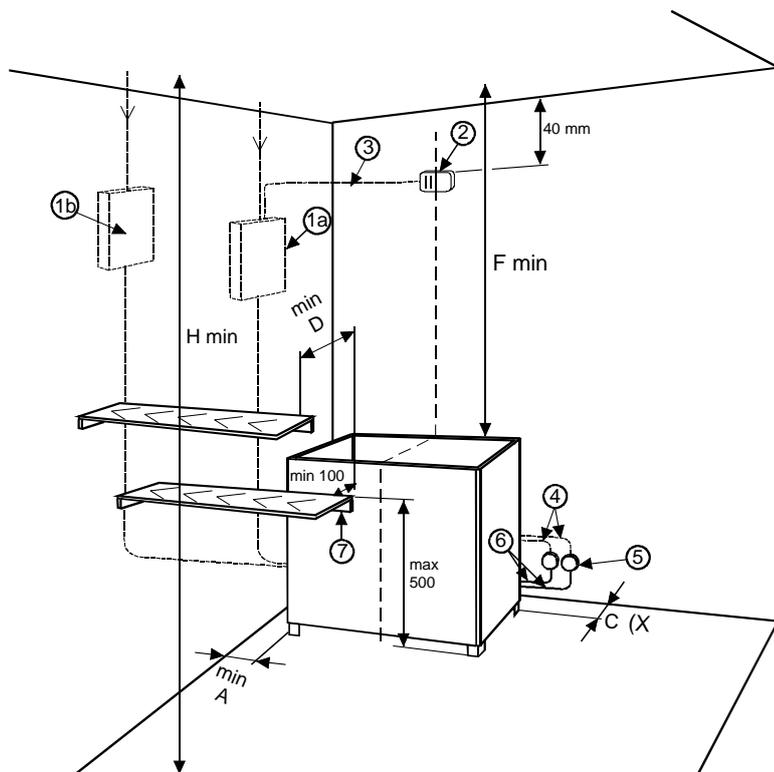

Imagen 1
- Zapoznać się z odległościami instalacji przedstawionymi na rys. 1. Nieprzestrzeganie zaleceń może spowodować zagrożenie pożarowe.
Podane modele pieców do sauny montuje się jako wolnostojące, przytwierdzając mocno dwie nogi do podłoża za pomocą śrub. Podczas mocowania pieca do podłoża należy przestrzegać wymagań dotyczących minimalnych odległości od materiałów palnych, zgodnie z informacjami podanymi na tabliczce znamionowej pieca, w tabeli 1 i na rys. 1. Nie należy wykładać ściany za piecem płytami z materiałów takich jak azbest lub eternit, ponieważ może to spowodować nadmierny wzrost temperatury w ścianie.
Panel sterowania instaluje się w dogodnym miejscu poza pomieszczeniem sauny. Zespół czujników powinien być przymocowany do ściany w saunie zgodnie z rys. 1. Nieprzestrzeganie odległości zalecanych na rys. 1 może spowodować zagrożenie pożarowe.
Instalacja elektryczna pieca sauny i panelu sterowania może zostać wykonana wyłącznie przez uprawnionego elektryka. Główne podłączenie powinno zostać wykonane zgodnie z rys. 1. Schematy połączeń znajdują się wewnątrz pieca sauny i panelu sterowania. Piec do sauny może być podłączony za pomocą gumowego przewodu HO7RN-F, zob. tabela 1. Skrzynka rozdzielcza musi być bryzgoszczelna, a wysokość jej zamocowania nie może przekraczać 500 mm od podłoża. Jeżeli przewody podłączeniowe bądź instalacyjne przebiegają wewnątrz sauny lub w jej ścianach na wysokości ponad 1000 mm od podłoża muszą być one odporne na temperaturę 170°C (np. HO7SS-K4G). Wszystkie urządzenia elektryczne montowane powyżej 1000 mm od podłoża sauny muszą być zatwierdzone do użytku w temperaturze otoczenia wynoszącej 125°C (oznaczenie T 125).